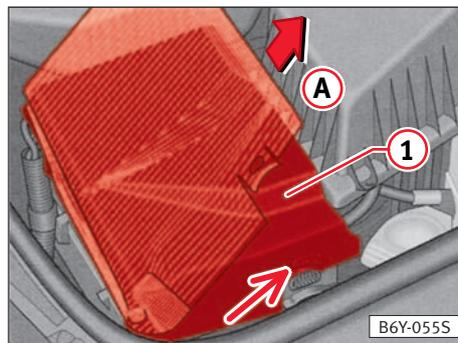

Fig. 129
- Tirare leggermente le linguette laterali del coperchio della batteria ⇒ freccia, fig. 129. Sollevare il coperchio a 45° circa e toglierlo tirando nella direzione della freccia ①.